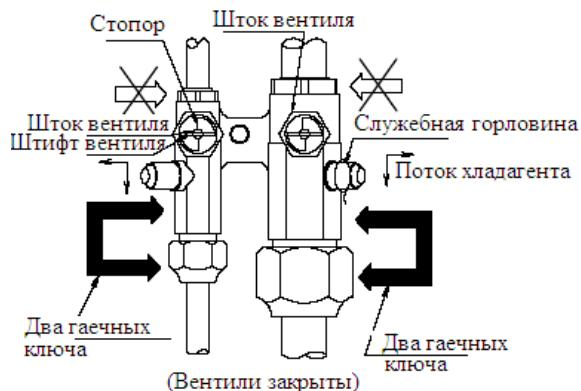

Рис. 5
Наименование деталей запорных вентилей трубопроводов, соединяющих внутренний и наружный блоки, указано на Рис. 5. На момент поставки с завода-изготовителя вентили закрыты.
2. Когда штифт вентиля упрется в стопор, вентиль будет закрыт (см. Рис. 5).